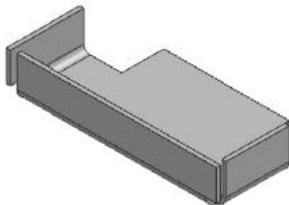
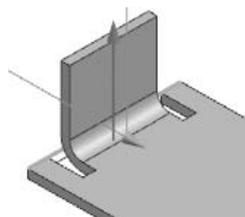

图 5.10 多条边线
图 5.11 在中心
(1) : 用于设置弯边的附着边。可以是单条边线,如图 5.8 所示;可以是多条边线,如图 5.10 所示。
(2) 宽度选项 下拉列表: 用于设置附着边的宽度类型。
- 在中心 选项: 在线性边的中心位置放置弯边,然后对称地向两边拉伸一定的距离,如图 5.11 所示。